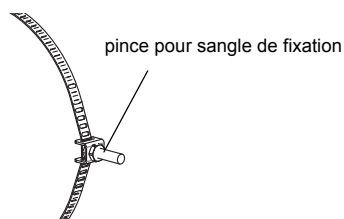
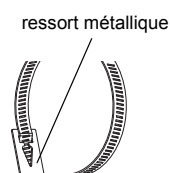

Fig. 9.11: Sangle de fixation avec pince pour sangle de fixation
Fig. 9.12: Sangle de fixation avec ressort métallique
- Faites passer la sangle de fixation à travers la pince pour sangle de fixation (voir Fig. 9.11).
- Faites passer la sangle de fixation à travers la pince pour sangle de fixation et le ressort métallique (voir Fig. 9.11 et Fig. 9.12).